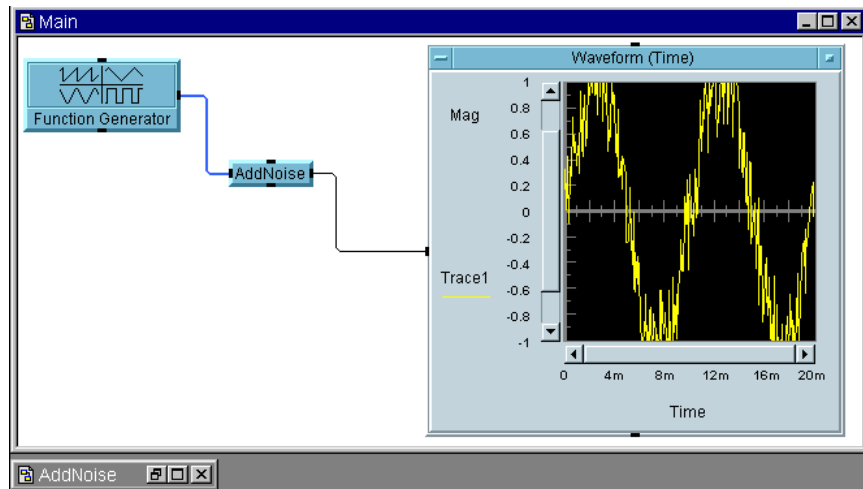

図 2-5. ノイズ付きの余弦波
8. [Run] ボタンをクリックして、図 2-5 のようにノイズ付きの余弦波を表示します。AddNoise が最小化されてワークスペースの最下部にアイコンで表示されていることを確認してください。AddNoise を最小化するには、タイトル・バーにあるアンダーバー (_) の形をした [最小化] ボタンをクリックします。